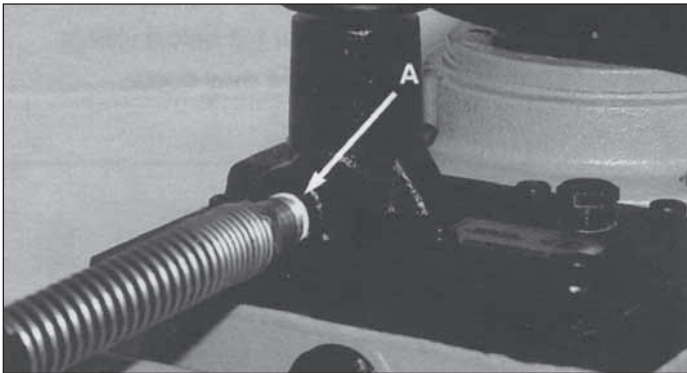
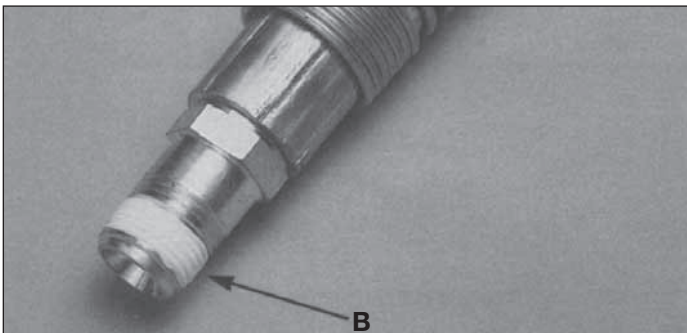

Figure 1
Figure 2
4. **Attaching Hoses** — Thread hose(s) into 3/8" NPT outlet port(s) of the valve, as shown in Fig. 1, "A." Use 1 1/2 wraps of Teflon tape on the hose fitting, leaving the first thread completely free of tape, as shown in Fig. 2, "B." Pumps with 3-way valves have one outlet port, and pumps with 4-way valves have two outlet ports. All hoses and components used with this pump must have a working pressure rating higher than, or equal to, the maximum pressure rating of the pump (10,000 psi).
4. **Conexão das mangueiras** — Rosqueie a mangueira(s) na porta(s) de saída de 3/8" NPT da válvula, conforme apresentado na Fig. 1, "A." Use 1 1/2 voltas de fita de Teflon no ajuste da mangueira, deixando a primeira rosca totalmente livre da fita, conforme apresentado na Fig. 2, "B." As bombas com válvulas de 3 vias têm uma porta de saída e as bombas com válvulas de 4 vias têm duas portas de saída. Todas as mangueiras e componentes usados com esta bomba devem ter uma pressão de funcionamento nominal maior que ou igual a pressão máxima nominal da bomba (10.000 psi).